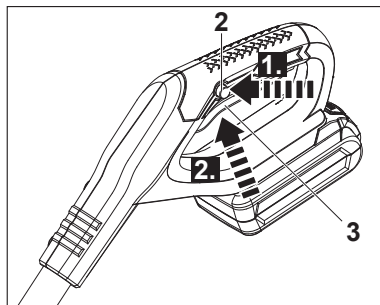

Fig. 21
1. Segure o produto com uma mão na pega auxiliar (15) e a outra na pega principal (1).
2. Pressione o botão de bloqueamento (2) e mantenha-o em posição (Fig. 21, step 1).
3. Aperte o interruptor de ligar/desligar (3) para ligar o aparelho (Fig. 21, passo 2). Liberte posteriormente o botão de bloqueamento.
4. Liberte o interruptor de ligar/desligar (3) para desligar o aparelho.